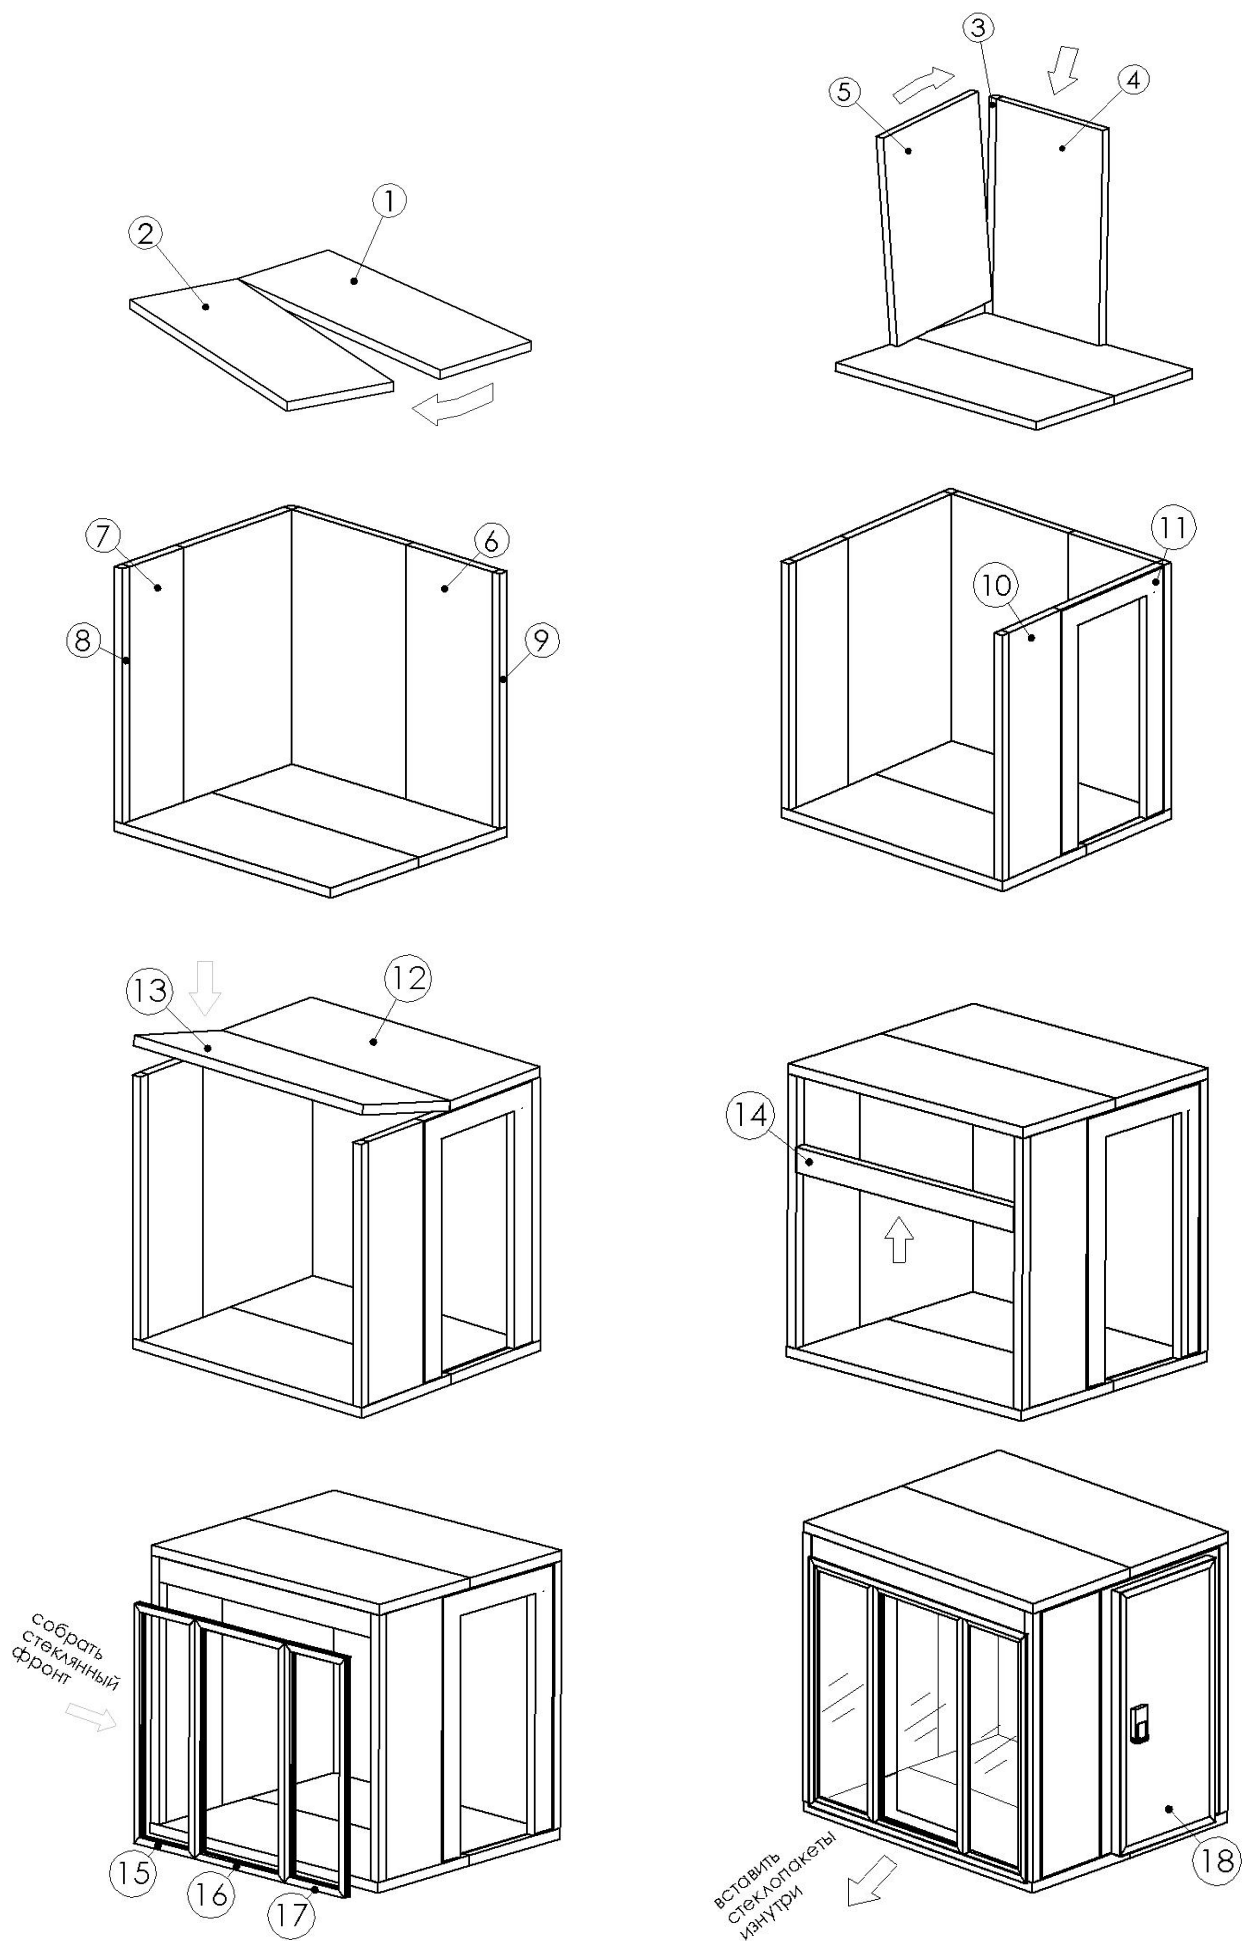

Рис.2. Порядок сборки камеры со стеклянным фронтом и распашной дверью. Навеска двери (поз.18).
3.5. СБОРКА КАМЕРЫ СО СТЕКЛЯННЫМ ФРОНТОМ И РАСПАШНОЙ ДВЕРЬЮ (см. рис.2.)